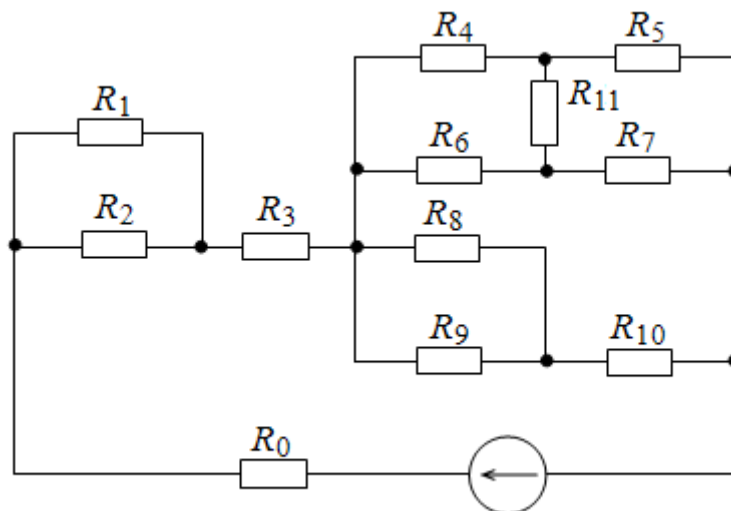

Рис. 4.1
**Задача 1.** Для электрической цепи, изображенной на рис. 4.1, по заданным в табл. 4.1 сопротивлениям и ЭДС определить эквивалентное (входное) сопротивление цепи относительно зажимов источника питания, токи и падения напряжения во всех ветвях цепи. Составить баланс мощностей.